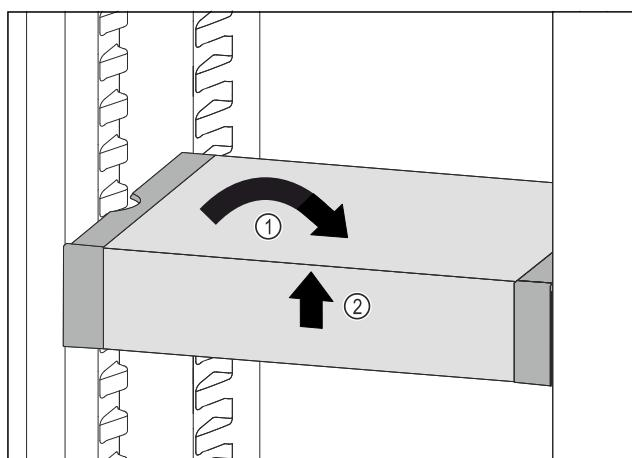

Fig. 117
- Вирівняти VarioSafe. Fig. 117 (1)
- Підняти VarioSafe спереду. Fig. 117 (2)